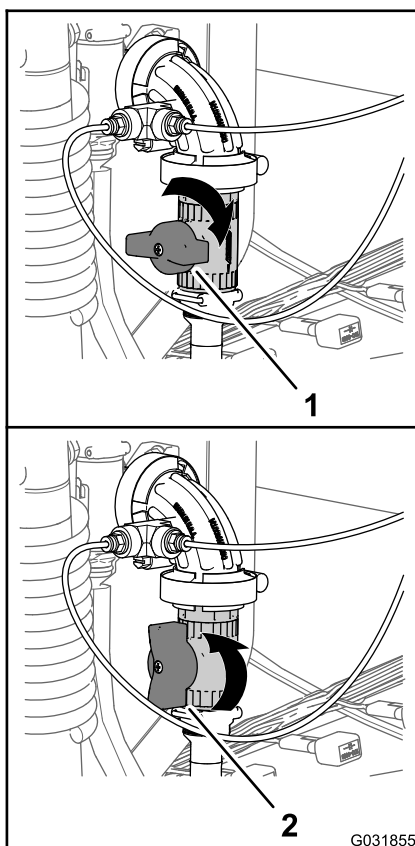

Figure 246
3. Tournez la poignée verte de la vanne de coupure de 90 degrés dans le sens antihoraire pour la placer en position OUVRETE (Figure 246).
Remarque: Pour couper l'arrivée de produit dans l'applicateur manuel du dévidoir, tournez la poignée verte de la vanne de coupure de 90 degrés dans le sens horaire pour la placer en position FERMÉE (Figure 246).